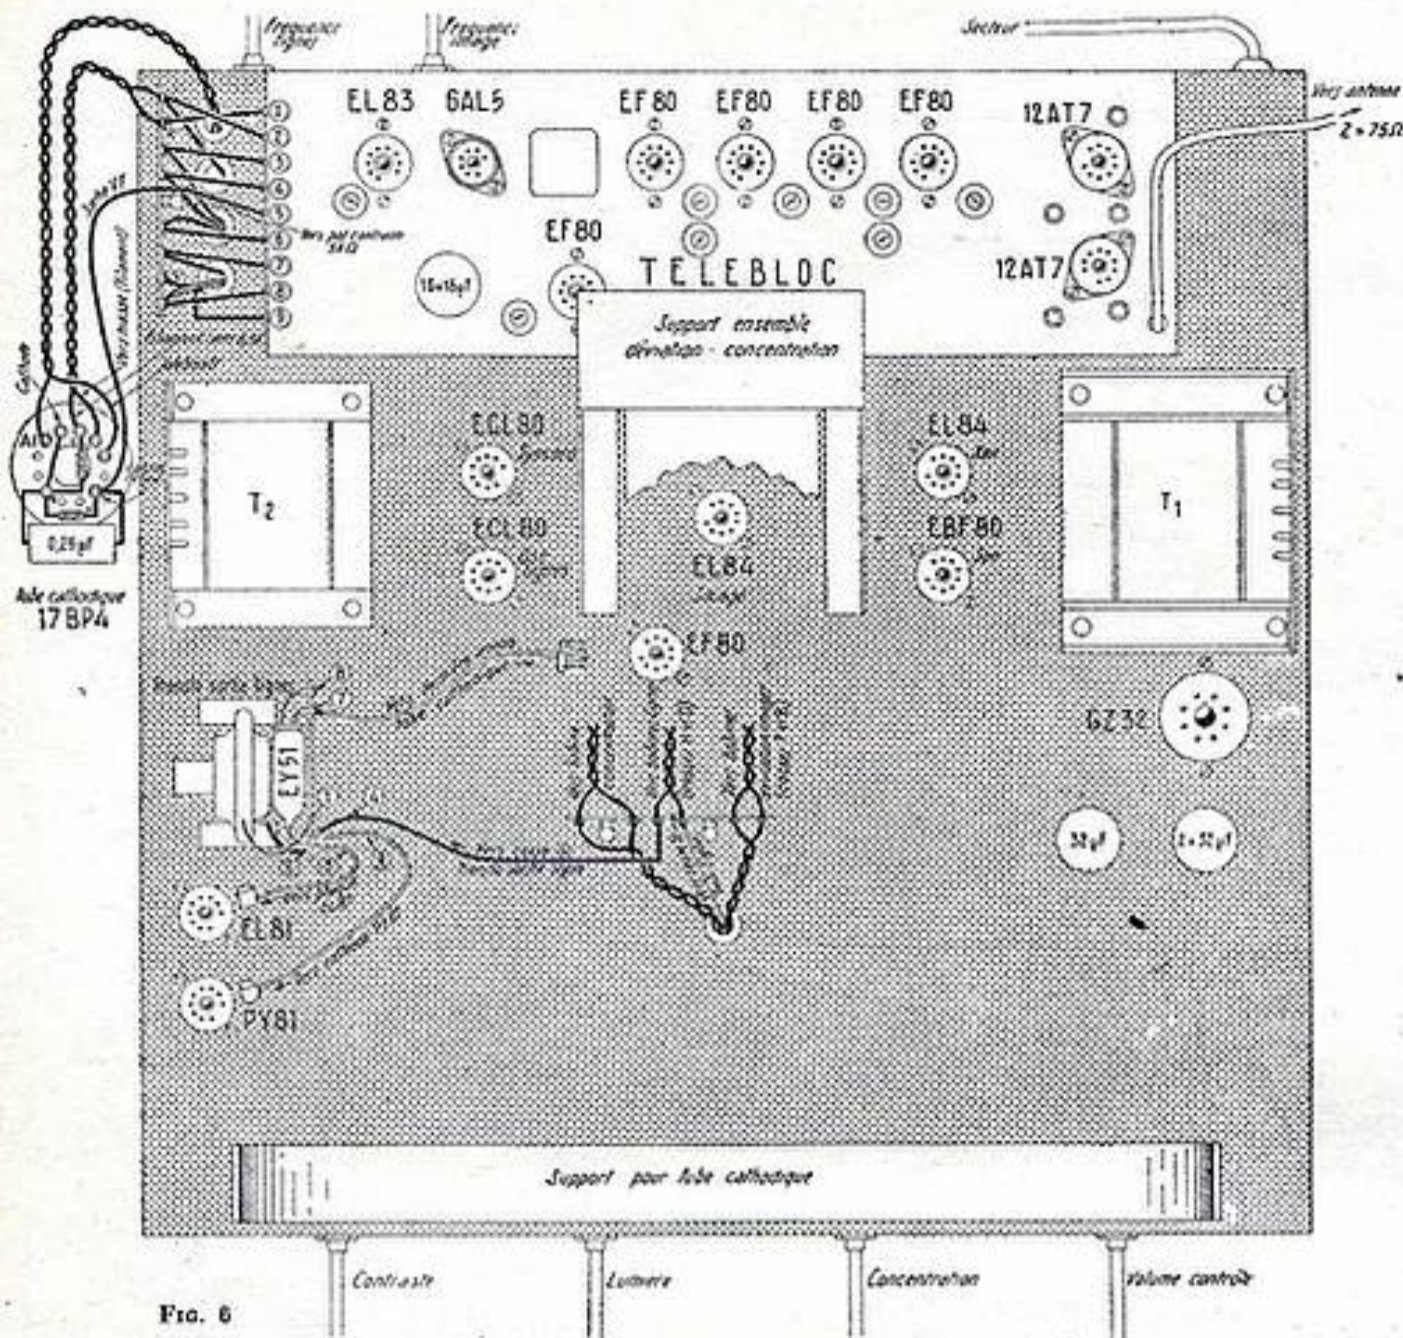

FIG. 6
**Branchement du transformateur de lignes et des bobines de déviation.** — Le transformateur de lignes est fixé sur la partie supérieure du châssis comme indiqué par la figure 6. Il comprend 8 cosses de sortie numérotées sur le